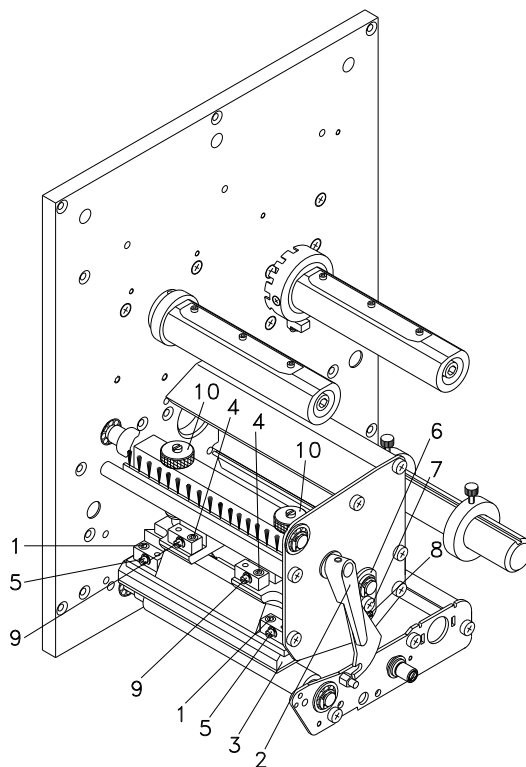

Figura 29
1. Afloje los tornillos (1 oder 4, Figura 29) girándolos aproximadamente $\frac{1}{4}$ de vuelta con ayuda de una llave de 6 lados.
2. Ajuste el paralelismo con los tornillos (5 o 9, Figura 29). Al girar en el sentido de las agujas del reloj, el cabezal de impresión se mueve hacia atrás. Al girar en el sentido contrario de las agujas del reloj, se desplaza hacia adelante el cabezal.
4. Coloque de nuevo los tornillos (1 ou 4, Figura 29).
1. Afloje los tornillos (7, Figura 29) girándolos aprox. $\frac{1}{4}$ de vuelta.
2. Gire la clavija excéntrica (8, Figura 29) para ajustar una impresión igualada. Continúe ajustando el cabezal de impresión hasta que la impresión en el text salga igualada.
3. Coloque de nuevo los tornillos (7, Figura 29).
1. Gire el tornillo de presión (10, Figura 29) para modificar la presión del cabezal de impresión.
2. Gire el tornillo de presión (10, Figura 29) en el sentido de las agujas del reloj hasta que llegue al tope, se consigue un incremento de presión de 10N respecto al ajuste inicial de fábrica.
3. Gire el tornillo de presión (10, Figura 29) hacia el tope derecho, girándolo en dirección contraria a las agujas del reloj, se obtendrá el valor de regulación de fábrica.